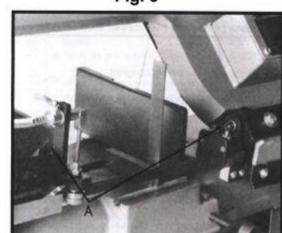

Fig. 6
2. Plaats de winkelhaak op de tafel naast mes zoals afgebeeld in Afb. 6.